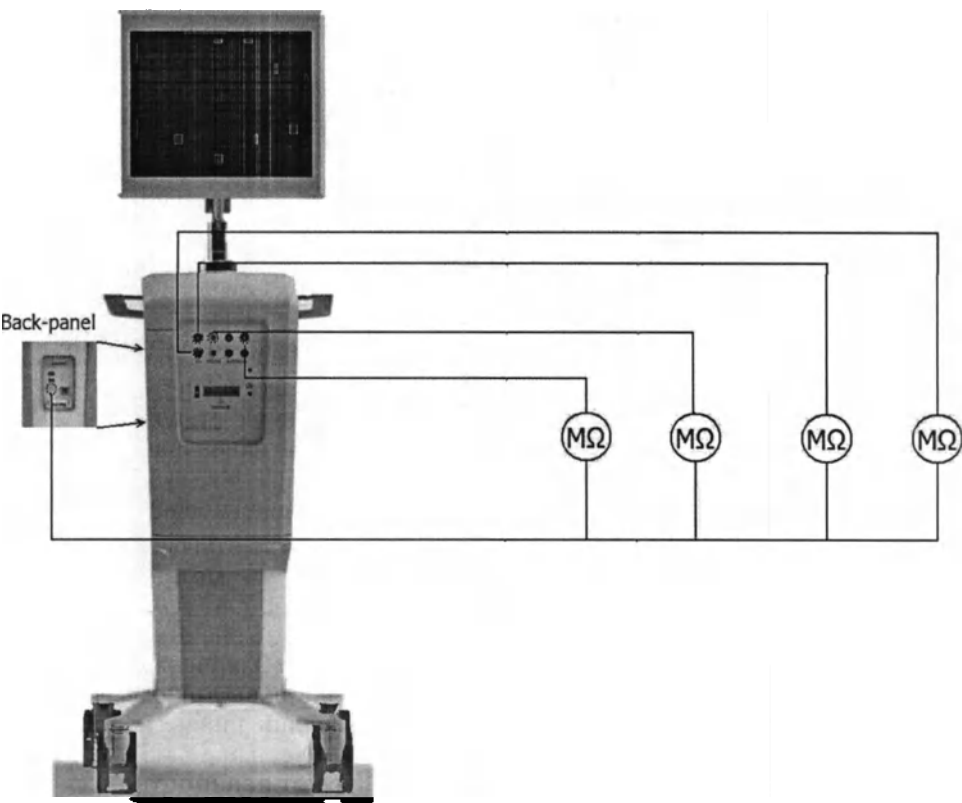

Рисунок 4Схема подключения узловых элементов, контактирующих с пациентом, для тестирования электрической прочности защитного заземления.
- 1. Схема подключения показана на рис. Рисунок 4.